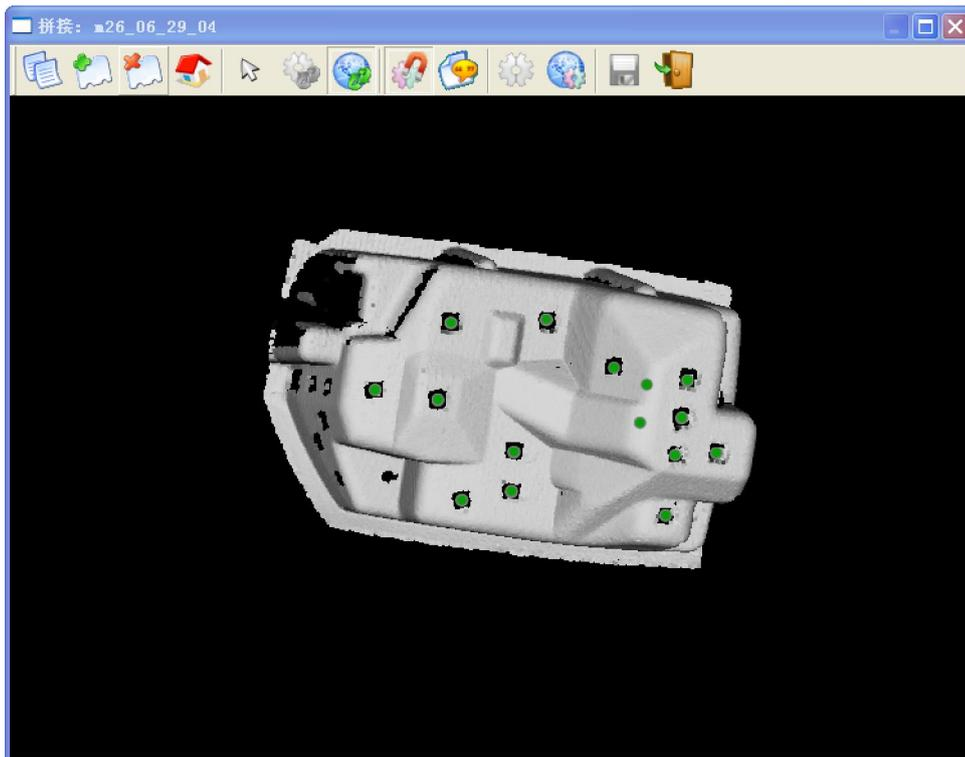

图 3-36 完整数据
4. 重复第 2、3 步骤，直至测量得到需要的所有数据。图 3-36 为扫描四次后的结果：